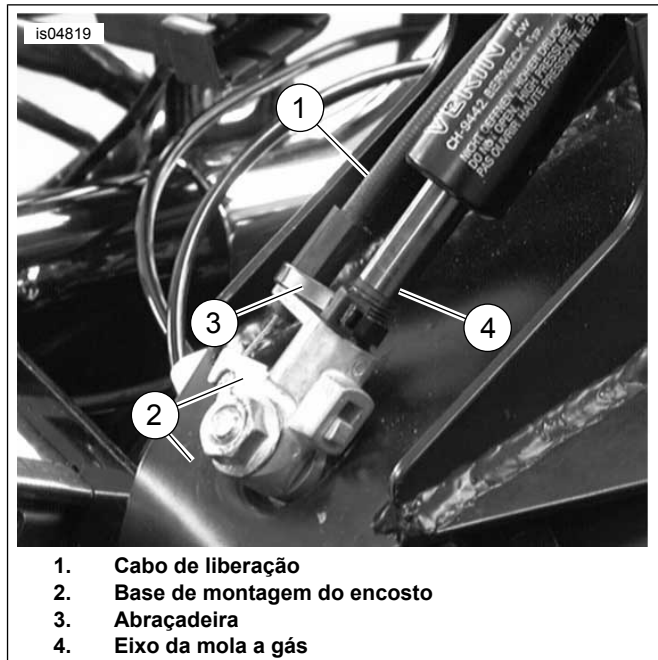

Figura 6. Prenda o cabo à base de montagem do encosto
12. Figura 6 Conecte o cabo de liberação (1) ao suporte de montagem do encosto (2) como indicado. Cuidadosamente, prenda o cabo ao eixo da mola a gás (4) com a abraçadeira fornecida (3). Não aperte demais a abraçadeira.